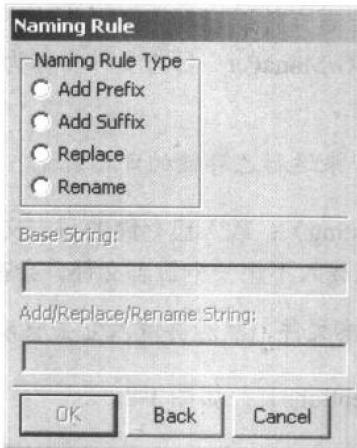

图 1-5 定义命名规则对话框
- 定义命名规则（Define Naming Rule）：定义默认克隆的组件的默认命名规则。命名规则对话框如图 1-5 所示。